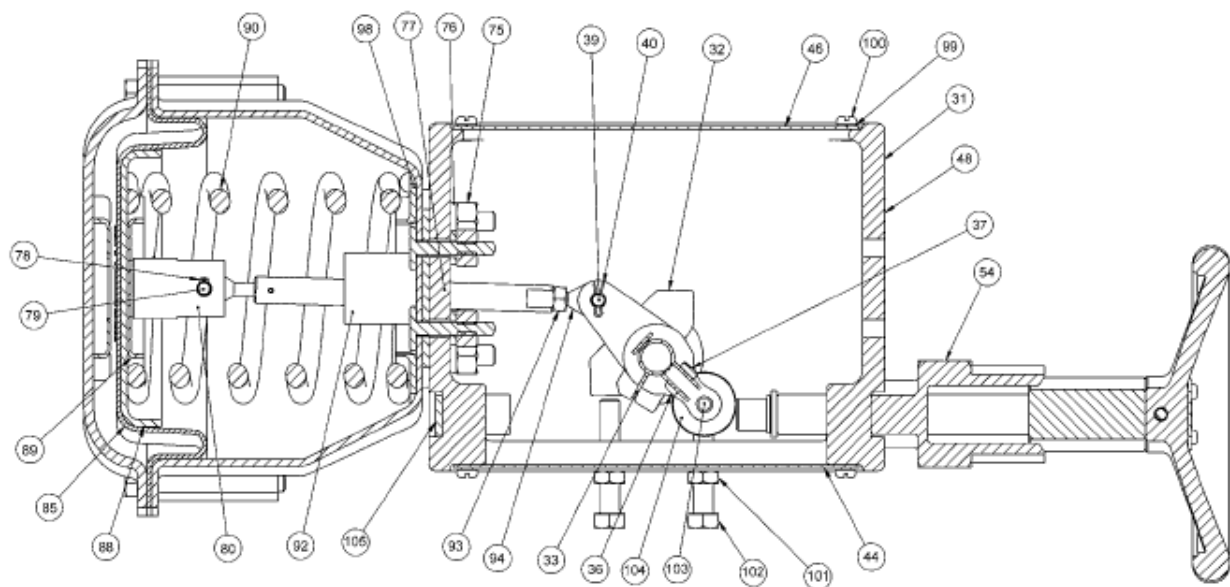

Figure 13 - servomoteur, taille AC
Tourner le volant en position débrayée avant d'en effectuer la maintenance. Consulter les figures 13 à 16.
Consulter la section 3.5.1 pour les tailles B & C. Figures 13, 14 & 16.
- B. Tourner le volant (54) dans le sens contraire des aiguilles d'une montre jusqu'à ce qu'il soit retiré du logement (31).
3.5.2.2 Remontage Consulter les figures 13, 14 & 16.
- A. Glisser le volant (54) dans le logement (31) jusqu'à ce qu'il s'étende dans tout le logement et que la rainure de la tige (54-3) soit visible.